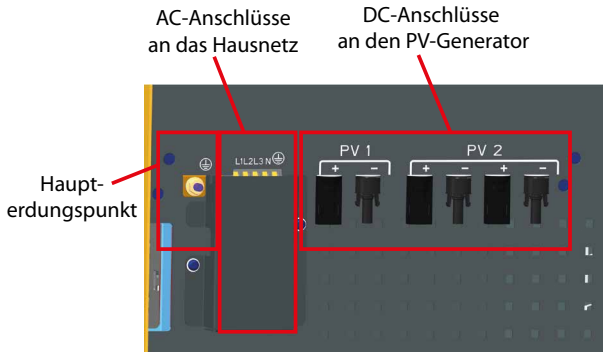

Abb. 7: Anschlüsse an der Rückseite des MAX.STORAGE *Ultimate*
3. Schließen Sie den Schutzleiter an der Schraubklemme ⊕ an der Rückseite des Gerätes an (siehe Abb. 7). Lockern Sie dazu die Schraube.